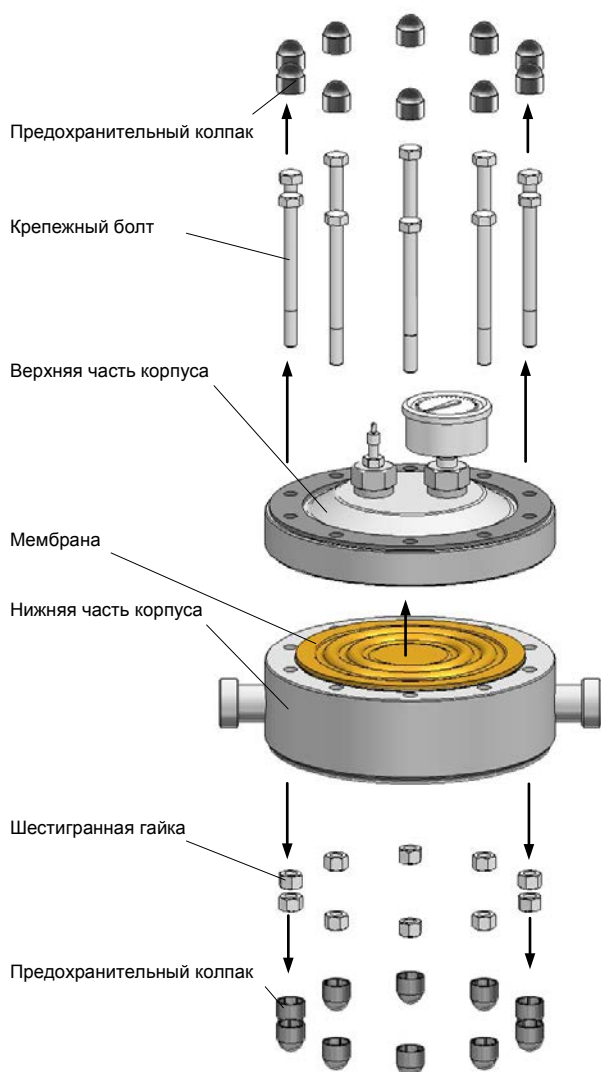

Рис. 27 Замена мембраны (исполнение из пластмассы)
- Открутить крепежные болты крест-накрест и снять верхнюю часть корпуса (см. рис. 27).